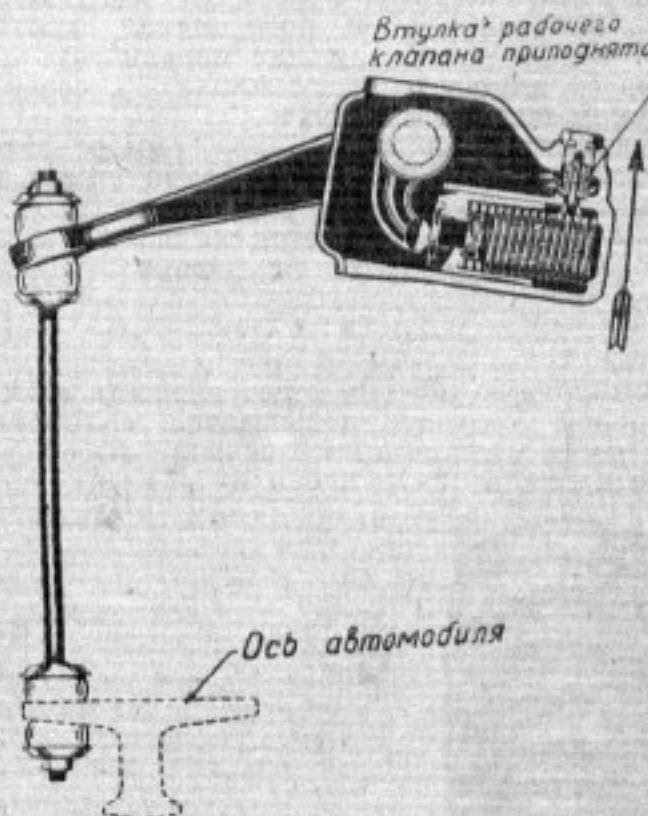

Рис. 5. Действие рабочего клапана при резких перемещениях рамы вверх. Тарелки клапана подняты. Жидкость проходит через нольцевую щель
3. На рис. 5 показано взаимодействие деталей амортизатора во время езды, когда перемещения рамы относительно осей резки или быстро следуют одно за другим, т. е. при езде по дороге со значительными выбоинами или при очень быстрой езде.